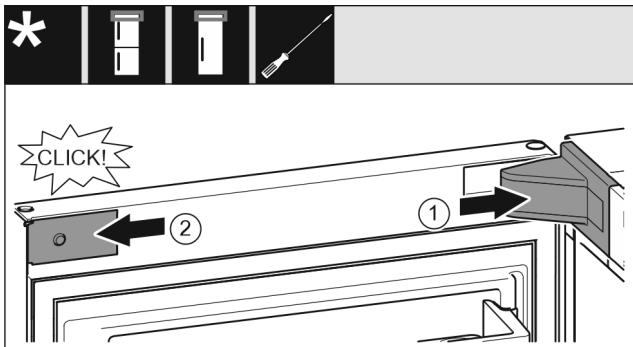

Fig. 20
- ▶ Nasadte kryt ložiskovej konzoly a zaistite, príp. opatrne roztláčajte. Fig. 20 (1)
- ▶ Zboku nasadte a zaistite kryt. Fig. 20 (2)